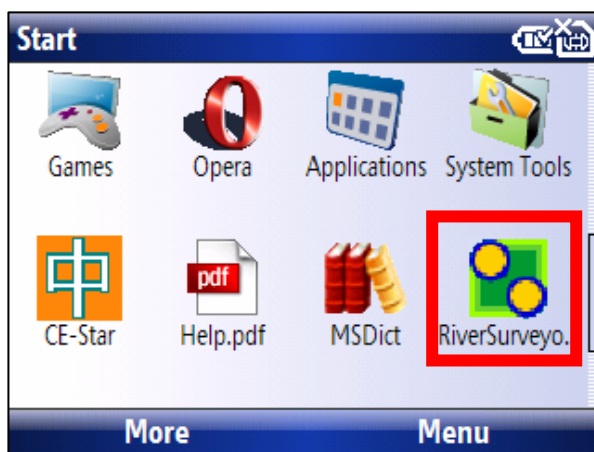

图 52. RiverSurveyor 图标显示在应用列表中
8. RiverSurveyor Live 应用软件会自动安装在手机上，并自动确认安装是否成功（参见图 52）。